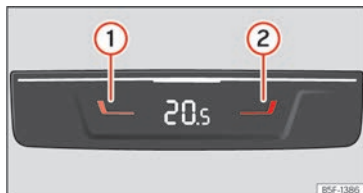

Abb. 116 In der Mittelkonsole hinten: Bedienelemente für die Mitfahrer auf den hinteren Sitzen.
- Drücken Sie die Tasten **1** und **2** **>>> [Abb. 116]**, um die Temperatur für die hinteren Sitzplätze einzustellen.